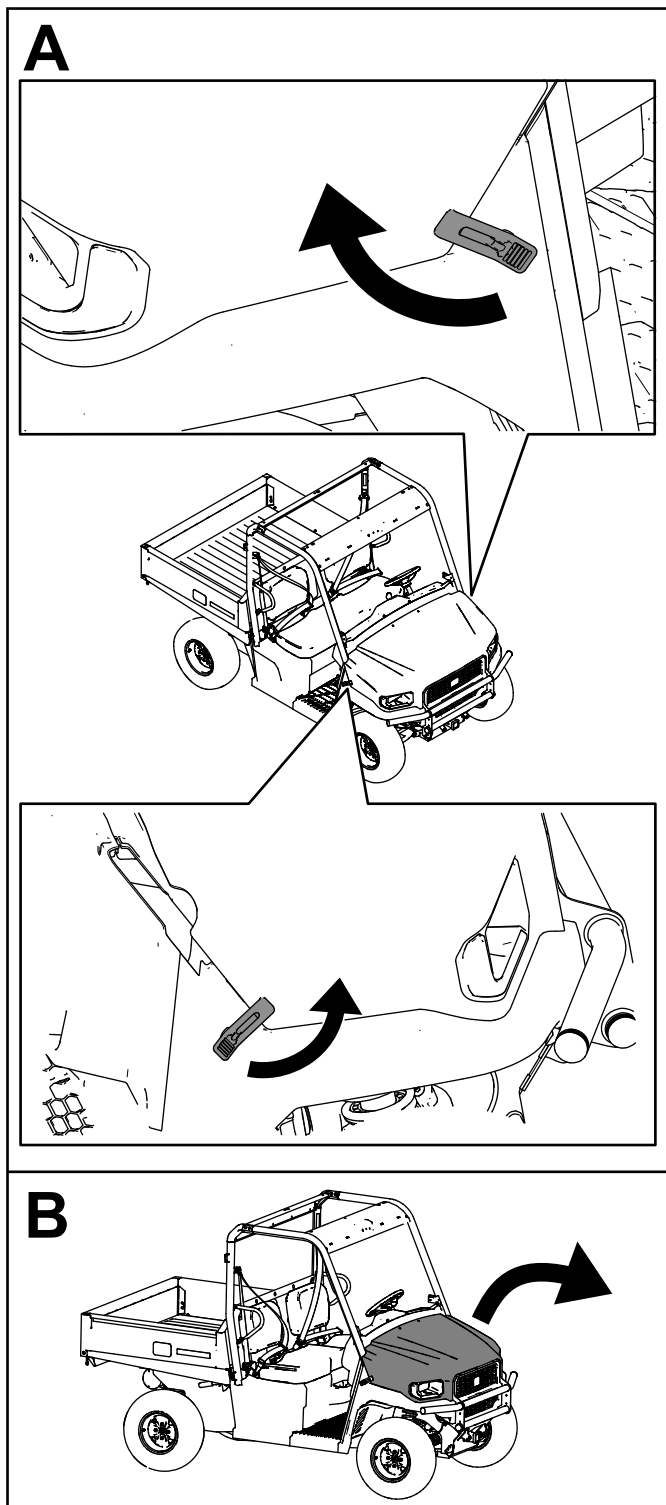

Figura 78
2. Fissate il cofano allineando i fermi in gomma sugli ancoraggi dei fermi su ciascun lato del cofano (Figura 78).